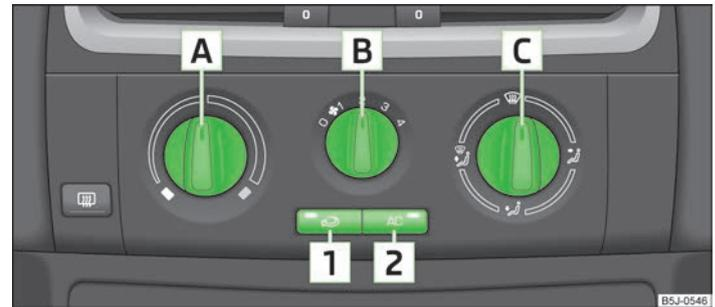

Abb. 76 Klimaanlage: Bedienungselemente
Die Kühlanlage arbeitet nur dann, wenn die Taste **AC** **2** » Abb. 76 auf Seite 72 gedrückt ist und folgende Bedingungen erfüllt sind:
- Den Drehregler **A** » Abb. 76 nach rechts drehen, um die Temperatur zu erhöhen.
- Den Gebläseschalter **B** » Abb. 76 in eine der Positionen 1 bis 4 drehen, um das Gebläse einzuschalten.
- Die Taste **1** drücken, um die Frischluftzufuhr zu schließen » Abb. 76.
- Mit dem Luftverteilungsregler **C** » Abb. 76 wird die Richtung des Luftaustritts geregelt » Seite 70.
- Die Taste **AC** **2** » Abb. 76 drücken, in der Taste leuchtet die Kontrollleuchte auf.
- Bedienelemente **A** » Abb. 76 auf Seite 72, **B**, **C** und Tasten **1** und **2**.
► Die Taste  **1** » Abb. 76 auf Seite 72 drücken, in der Taste leuchtet die Kontrollleuchte auf.
► Die Taste  **1** » Abb. 76 auf Seite 72 erneut drücken, die Kontrollleuchte in der Taste erlischt.
Wenn der Luftverteilungsregler **C** » Abb. 76 auf Seite 72 in die Position  gedreht wird, wird der Umluftbetrieb automatisch ausgeschaltet. Durch wiederholtes Drücken der Taste  kann auch in dieser Stellung der Umluftbetrieb wieder eingeschaltet werden.